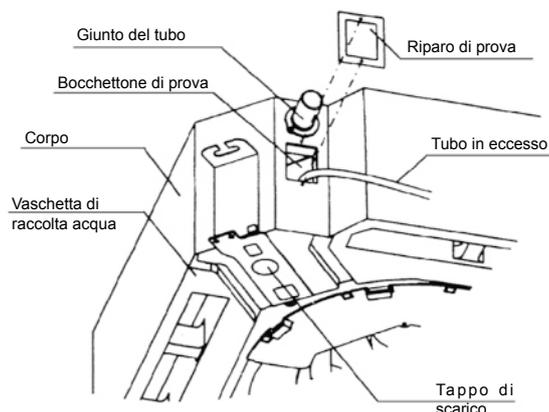

Figura 18
- 1) Fare riferimento alla figura 18.